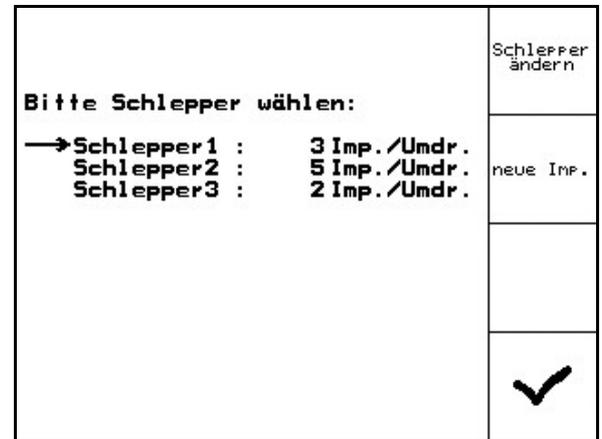

Рис. 39
2. Нажатием ,  выберите трактор (Рис. 39/1).